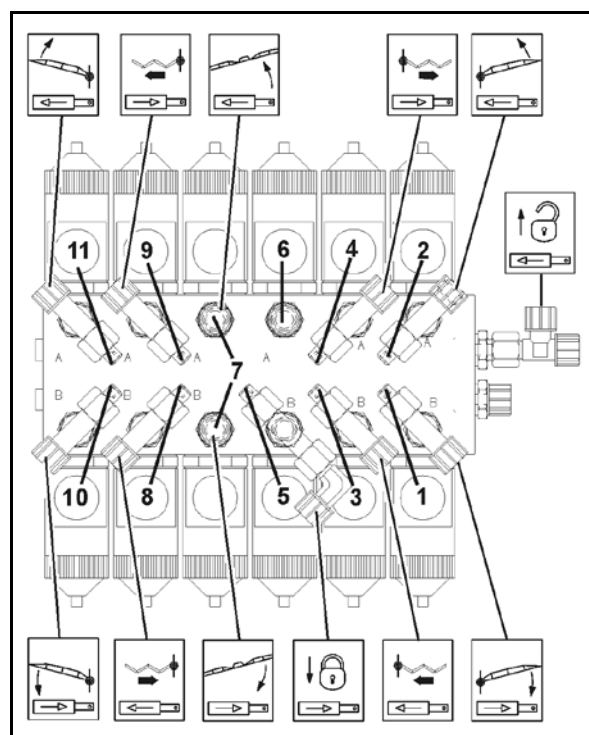

Bild 180
Om så inte är fallet, sker inställning genom att motvikter (Bild. 180/1) monteras på den sida som är längst från marken. Svängningsdämpningen måste vara **frigjord** för denna inställning.
1. Lossa kontramuttern (Bild. 180/1) Lossa kontramuttern.
1. Lossa skruvarna (Bild. 180/2) för konsolen (Bild. 180/3) Inställning sker genom att flytta plastsegmentet (Bild. 180/4) i de avlånga hålen i konsolen..
3. Dra åt skruvarna (Bild. 180/2).